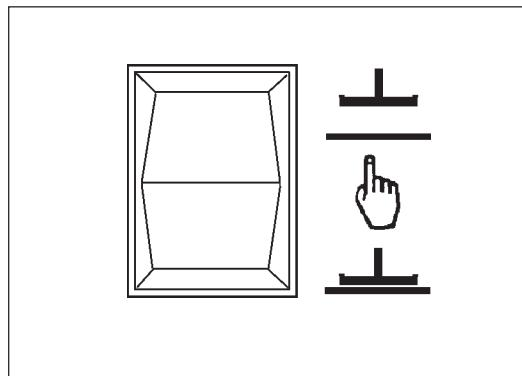

Figure 19
1. To lower the squeegee and start the vacuum motor, press the squeegee up/down switch to the down position (figure 19). **NOTE: The vacuum motor will start immediately when the down position of the switch is pressed, and the squeegee will lower.**
2. To raise the squeegee, press the squeegee up/down switch to the up position (figure 19). The squeegee will then raise and the vacuum motor will shut off after short delay **NOTE: The center position of the squeegee up/down switch is for use with one touch control.**
1. Pour abaisser la raclette et mettre le moteur d'aspiration en marche, placez le commutateur raclette relevée/abaissee en position abaissée (figure 19). **REMARQUE : Le moteur d'aspiration démarre immédiatement lorsque le commutateur est mis en position basse et que la raclette s'abaisse.**
2. Pour relever la raclette, placez le commutateur de raclette en position haute (figure 19). La raclette remonte et le moteur d'aspiration s'éteint peu de temps après. **REMARQUE : La position centrale du commutateur de raclette est destinée à être utilisée avec le bouton One Touch.**